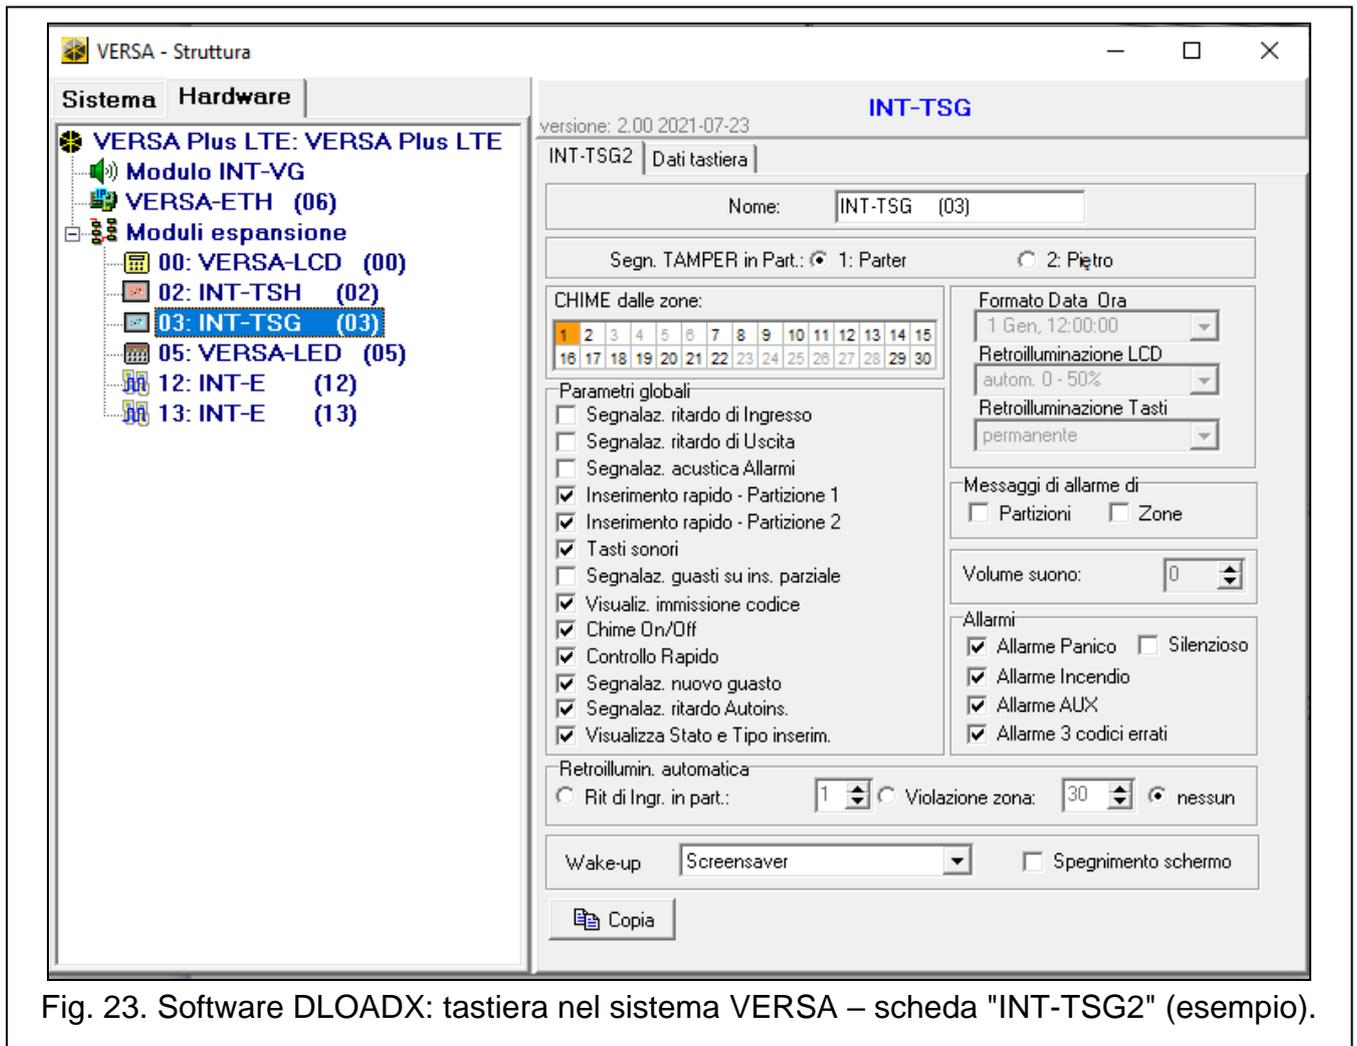

Fig. 23. Software DLOADX: tastiera nel sistema VERSA – scheda "INT-TSG2" (esempio).
- software DLOADX: →finestra "VERSA – Struttura" →scheda "Hardware" →ramo "Moduli espansione" →[nome tastiera] (Fig. 23).